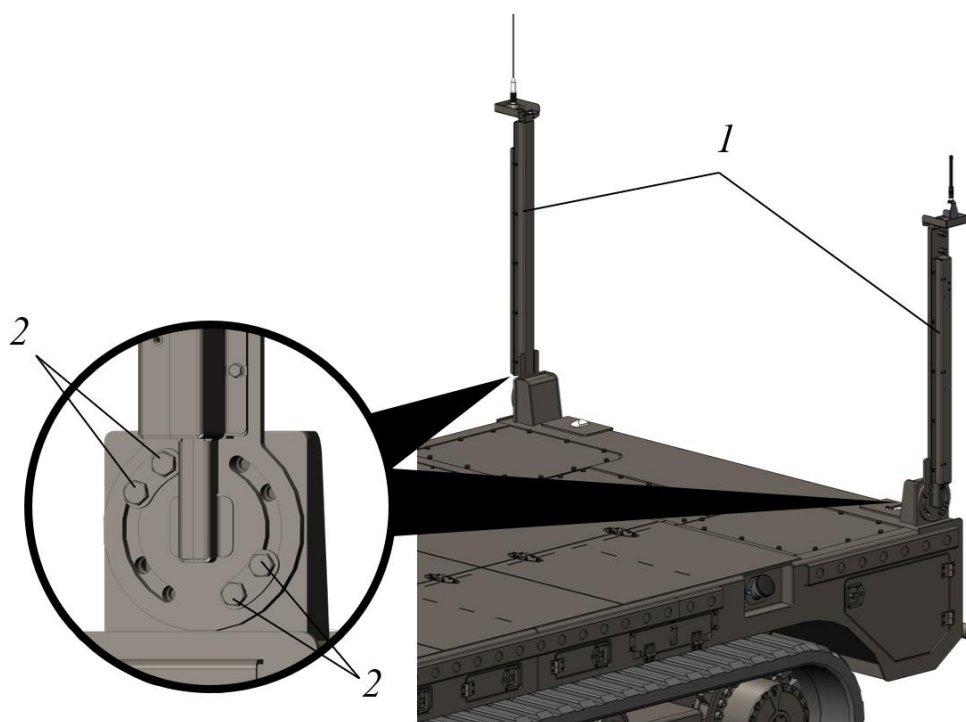

Рисунок 3.29. Перевод мачт в транспортное положение
- ▶ Ослабить крепеж 2 с обеих сторон и аккуратно переместить мачты (поз. 1) по направлению к платформе, см. рис. 3.29.
- ▶ Затянуть крепеж 2, рис. 3.29 с двух сторон.